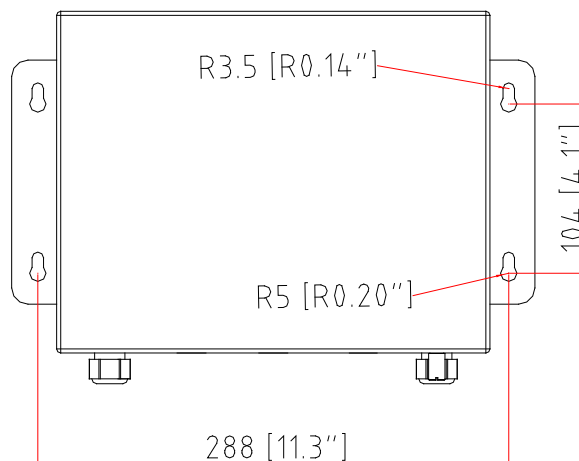

Figura 3-3: Forometria per il montaggio
1. Contrassegnare la posizione dei fori di montaggio sulla superficie verticale utilizzando le dimensioni mostrate in Figura 3-3, oppure, mantenendo l'armadietto sulla superficie su cui deve essere fissato, contrassegnare i punti di fissaggio attraverso i fori della staffa. Le misure sono fornite in mm (pollici).